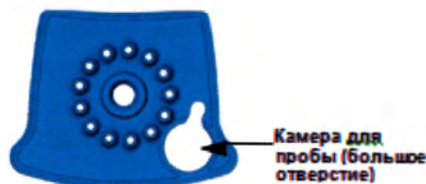

Рис.15. Картридж Xpert HCV Viral Load (вид сверху)
- Вариант 1: при использовании пипетки для переноса, входящей в набор (рисунок 14), из пробирки для сбора наберите в пипетку плазму или сыворотку почти до уровня головки, но выше линии на пипетке. Это позволит перенести не менее 1 мл плазмы или сыворотки в камеру для пробы картриджа (рисунок 15). НЕ переливайте образец в камеру!
- Вариант 2: при использовании автоматической пипетки перенесите не менее 1 мл плазмы или сыворотки в камеру для пробы картриджа (рисунок 15). НЕ переливайте образец в камеру!